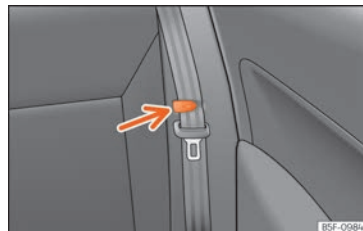

Abb. 162 Bügel zum Halten des Sicherheitsgurt.
- Befestigen Sie die seitlichen Sicherheitsgurte am Halter der Verkleidung » **Abb. 162**.